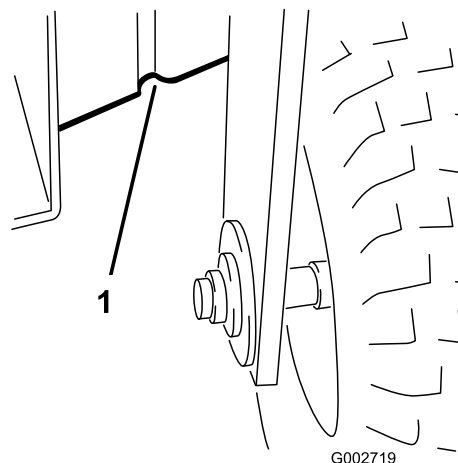

Figura 20
- Parte da frente debaixo da estrutura atrás da roda dianteira (Figura 20).